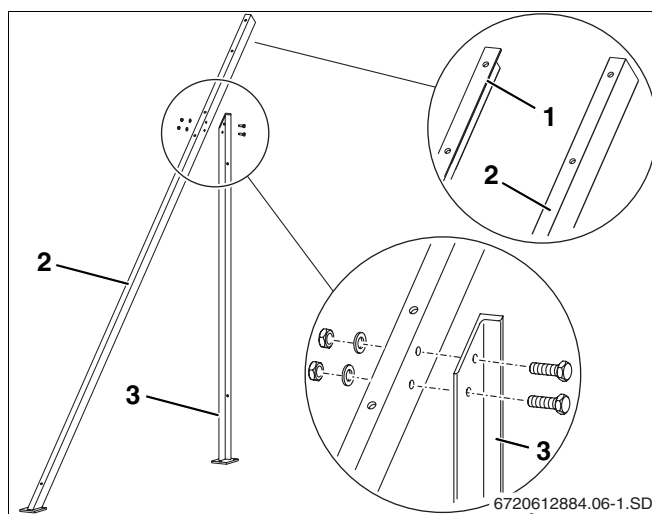

fig. 5 Montagem dos apoios (direita)
- ▶ Montar previamente o apoio comprido 45° direito (fig. 5, **item 2**) e o apoio curto vertical direito (fig. 5, **item 3**) com parafusos M8 x 20, porcas e anilhas. Para o efeito, utilizar duas chaves de boca 13.